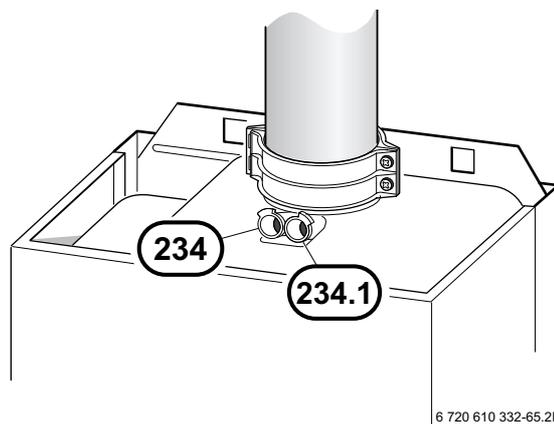

Fig. 73
- ▶ Rimuovere il tappo della presa di analisi aria comburente (234.1), (Fig. 73).
- ▶ Rimuovere il tappo della presa di analisi combustione gas (234), (Fig. 73).
- ▶ Riapplicare il tappo di chiusura alla prese di analisi (234).